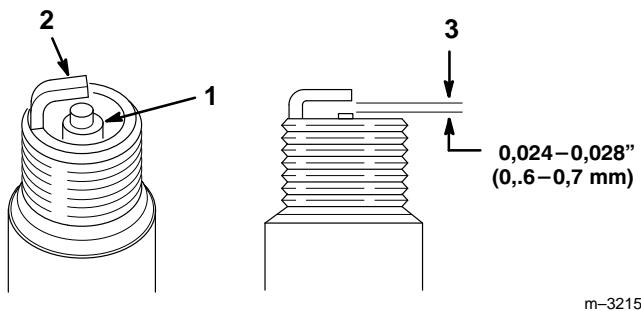

Figure 31
1. Inspecter le centre des bougies (Fig. 31). Si le bec de l'isolateur est recouvert d'un léger dépôt gris-brun, le moteur fonctionne correctement. S'il est couvert d'un dépôt noir, c'est généralement signe que le filtre à air est encrasé.
2. Contrôler l'écartement entre l'électrode centrale et l'électrode latérale (Fig. 31). Courber l'électrode latérale (Fig. 31) si l'écartement est incorrect.